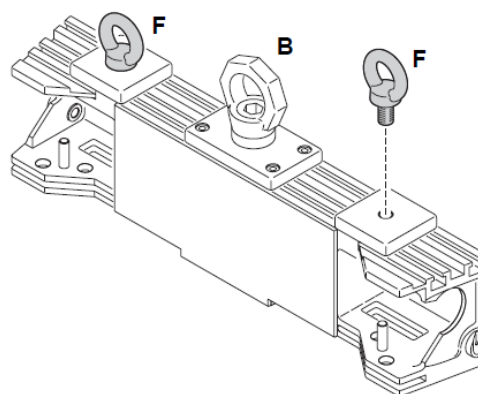

Рисунок 6: Дополнительные болты с проушиной
1. См. рисунок 6. Взять болты с проушиной с резьбой M12 **F** (не входят в комплект поставки), одобренные для точки подвеса оборудования соответствующего веса. Надежно закрепить два болта с проушиной в резьбовые отверстия в каждом из контактных блоков, как показано на рисунке; использовать точки подвеса для контактного блока.